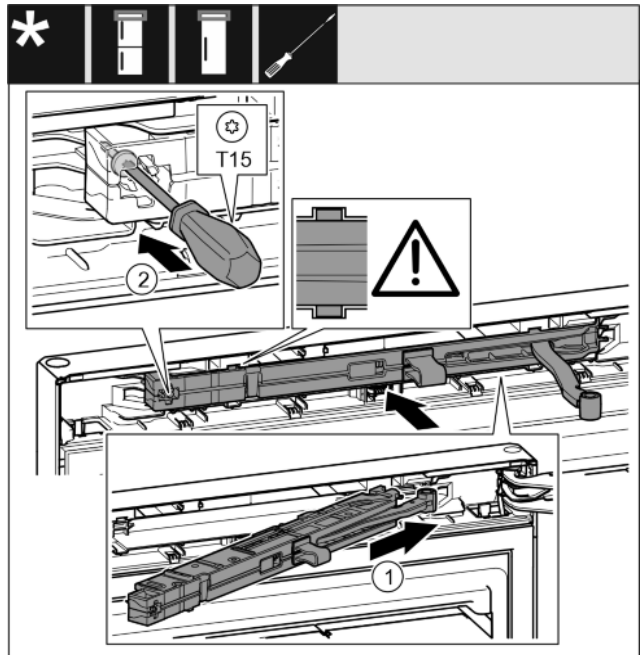

Fig. 38
- ▶ Вкарайте блока на затварящия демпфер от страната на лагерната стойка докрай под ъгъл в отвора. Fig. 38 (1)
- ▶ Затегнете винта с отвертка T15. Fig. 38 (2)